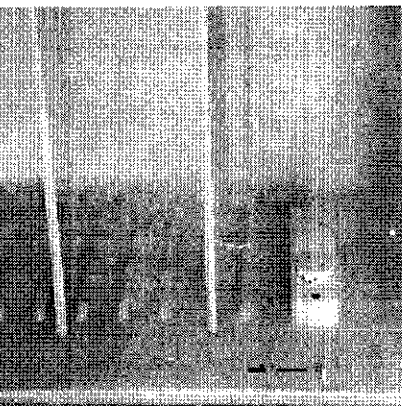

рис. 5
- Заклинился выключатель освещения 1 (рис.5). Проверьте, может ли он двигаться. Если нет, то вызовите специалиста Сервисной службы.